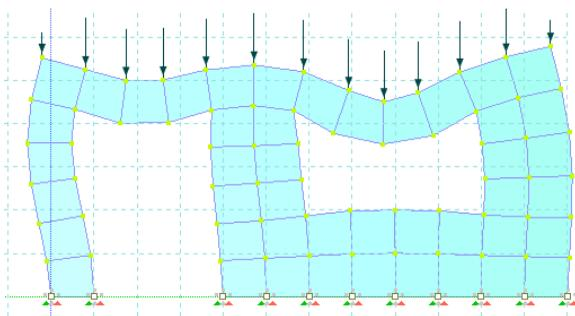

Рис. 108. Деформированная схема балки-стенки
17. Просмотр схемы деформирования. **Результаты** ► **Деформированная схема**  (рис. 108).